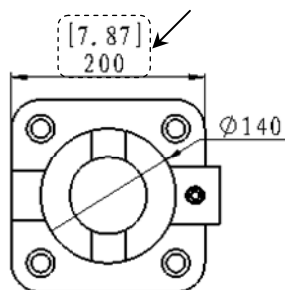

图 6.3.74 修改后的尺寸
Step3. 设置双制尺寸。在对话框中选中 ☒ **双制尺寸** 复选框，其他参数接受系统默认设置值，此时所选取的尺寸如图 6.3.74 所示。